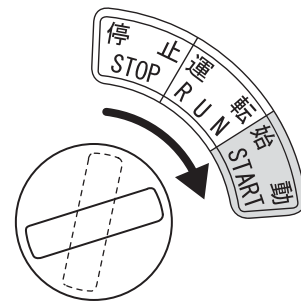

図 22
4. キースイッチを「停止」から「運転」の位置へ回します。更に「始動」まで回すとエンジンが始動します。エンジン始動後に手を放すと「運転」の位置に戻ります。(図22)